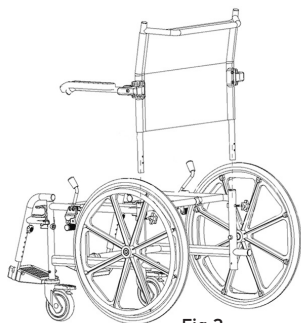

Fig.3
- Insira as costas no interior dos furos da estrutura da cadeira de rodas e fixe-as com os dois manípulos de fixação (fig.3);